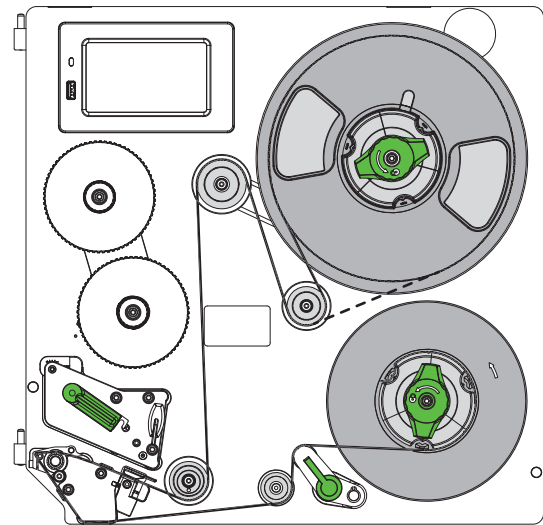

Bild 13 Etikettenlauf
1. Hebel (4) gegen den Uhrzeigersinn drehen, um den Druckkopf (2) anzuheben.
3. Etikettenstreifen (5) gemäß Bild 13 zur Druckeinheit führen. Die gestrichelte Linie gilt für innengewickelte Etiketten.
4. Etikettenstreifen durch die Etikettenlichtschranke (3) bis zur Spende- oder Anschlag (1) einlegen und bis zum Anschlag an der Montagewand schieben. Die Druckseite der Etiketten muss von oben zu sehen sein.
5. Etiketten so weit über die Spende- oder Anschlag (1) hinauschieben, dass der Streifen über das Zugsystem bis zum internen Aufwickler reicht. Etiketten vom über die Spende- oder Anschlag hinaus ragenden Trägermaterial entfernen.